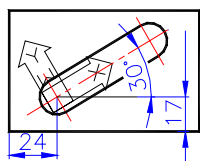

Fig. U5.27
8. *UCS*-ul se plasează conform poziției din Fig. U5.27. Ce comenzi și/sau opțiuni ale acestora trebuie utilizate pentru a plasa în acest mod *UCS*-ul și pentru a afișa icon-ul în această poziție?